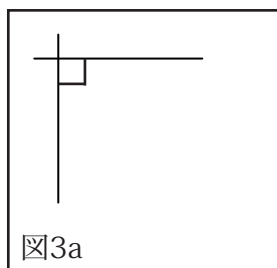
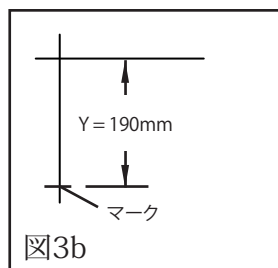
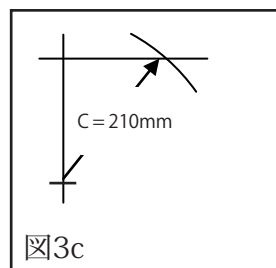

図3a
図3b
図3c
3. 最終寸法を決定します。平な垂直面が水平線と垂直線を引き、直角三角形を作成します。(図3a) 交点から下方方向に、決定した「Y」寸法を測定し、マークします。(図3b) 巻き尺を変更後の「Y」マークに合わせ、「X」線上に弧を描くように動かし、「C」寸法と交差する地点をマークします。(図3c) 交点から「C」寸法の交点までの距離を測定し、それが新しい「X」寸法となります。(図3d)